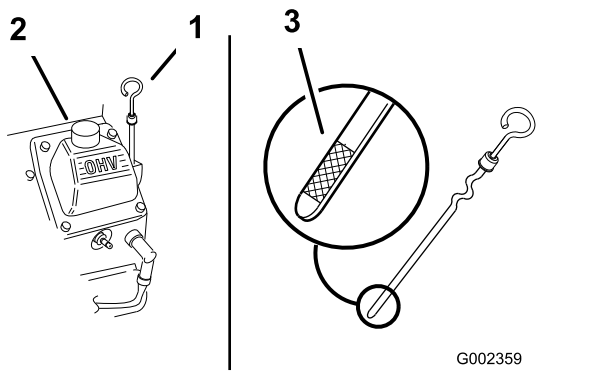

Рисунок 17
3. Очистите поверхность вокруг масломерного щупа (Рисунок 17), чтобы загрязнения не попали в заливное отверстие и не повредили двигатель.
4. Выверните масломерный щуп и начисто протрите его конец (Рисунок 17).
5. Вставьте масломерный щуп в заливную горловину до упора, но не заворачивайте в нее (Рисунок 17).
6. Медленно залейте приблизительно 80% указанного количества масла в заливную горловину (Рисунок 17).